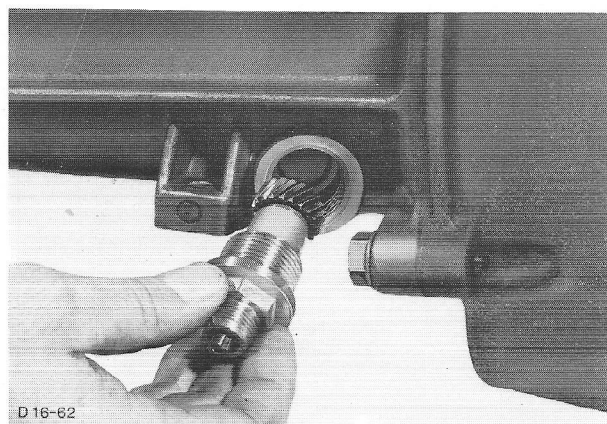

Fig.130 Snelheidsmetertandwiel verwijderen.
14. Neem de huls met het snelheidsmetertandwiel uit het staartstuk (fig.130).